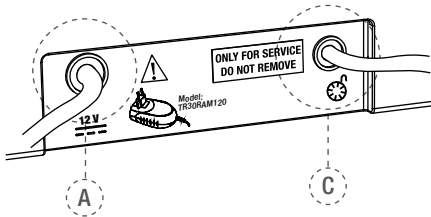

Fig. 2 Partea din spate a unității de comandă
b. Introduceți ștecărul aparatului de încărcare baterii în priza corespunzătoare (A – vezi Fig. 2) de pe partea din spate a aparatului (pt. detalii, vezi capitolul 7.3.3).
d. Introduceți cablul întrerupătorului pedală în priza de pe partea din spate a aparatului (C – vezi Fig. 2).
Lumină portocalie intermitentă: încărcătorul este conectat corect la priza A (vezi Fig. 2) de pe spatele aparatului și bateria se încarcă. Dacă aparatul se deconectează și încărcătorul de baterie este conectat, aparatul se reconectează și pe display apare următorul mesaj: